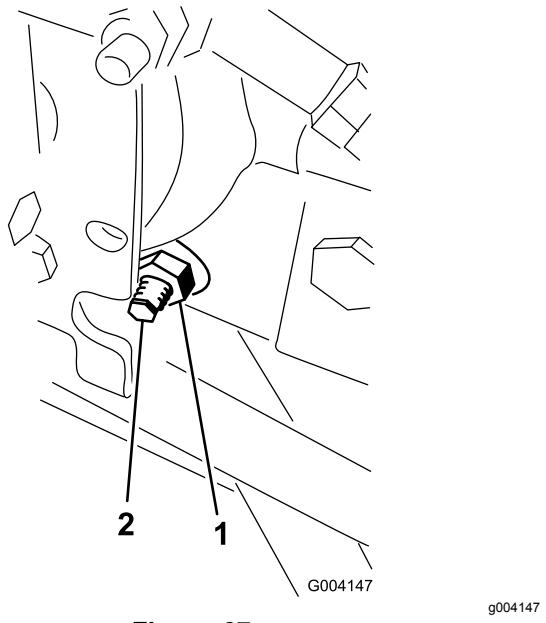

Figura 67
3. Dal lato destro dell'idrostato, allentate il dado di bloccaggio sulla camma di regolazione della trazione (Figura 67).